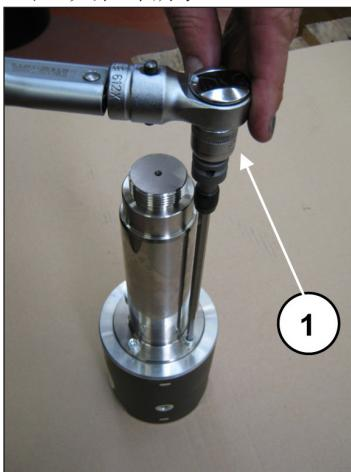

图 46
利用专用工具锁定活塞导承，接着用扭力扳手进行螺丝的调节(①, 图 46)，如第3章所示。